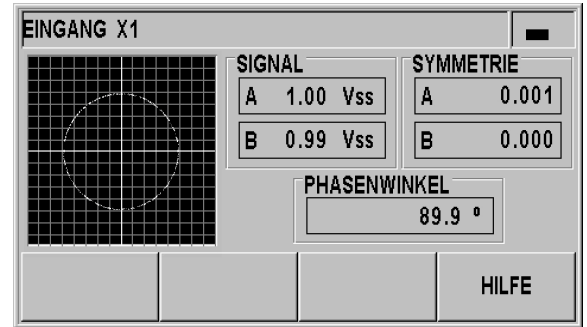

Abb. II.40 Messgeräte-Test: 1 Vss-Schnittstelle
- Sobald Sie das Messgerät verfahren, stellt Ihnen der ND die Signale der Kanäle A und B grafisch als Lissajousfigur dar (siehe Abb. II.40) und zeigt Ihnen die Werte für Amplitude, Symmetrie und Phasenversatz an.